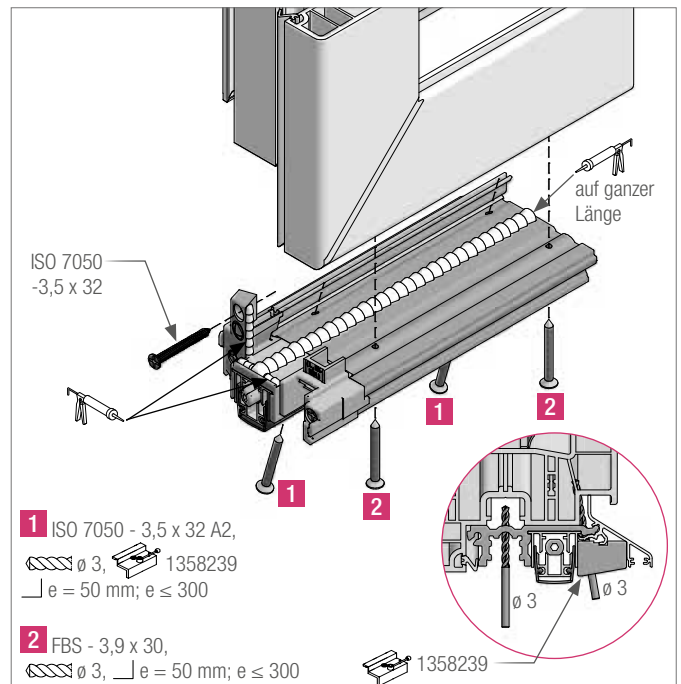
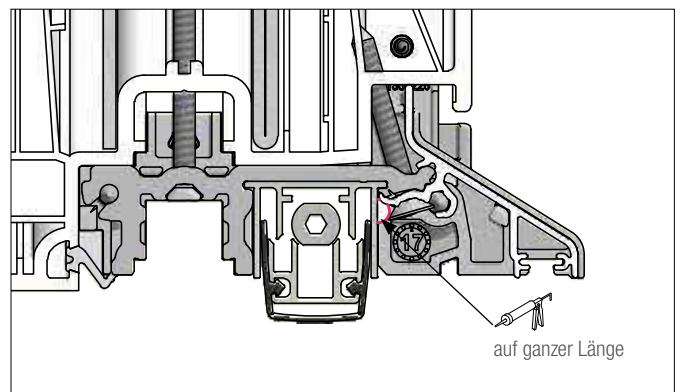

Abb. 6: Montage des Adapterprofils mit Wetterschenkel, Wetterschenkelendkappe und Bodendichtung am Flügel
Abb. 7: Abdichtung der Bodendichtung
- Am Adapterprofil Silikon lt. Abb. 6 anbringen und die Endkappen ebenfalls zum Flügel hin mit Silikon abdichten. Anschließend das Ad-
- Nur das Adapterprofil in der Beschlagnut lt. Abbildung 6 mit $\varnothing 3$ mm vorbohren - eine Bohrung je ca. 50 mm beginnend von der Wetterschenkelkante, weitere Bohrungen in 300 mm Abstand. Das Vorbohren im Bereich des Wetterschenkels **1** erfolgt mittels der Bohrlehre 1358239. Nun das Adapterprofil in die vorgebohrten Löcher mittels Fensterbauschrauben **2** und A2-Blechschauben **1** verschrauben. Durch die Verschraubung wird auch die absenkbare Bodendichtung in der Nut fixiert und gegen Verschieben gesichert (Abb. 6 und 7).
- Anschließend ist die Bodendichtung zum Adapterprofil und den Endkappen hin mit Silikon abzudichten (Abb. 7).
- Am Adapterprofil Silikon lt. Abb. 6 anbringen und die Endkappe Wetterschenkel ebenfalls zum Flügel hin mit Silikon abdichten. Anschließend das Adapterprofil inkl. der bereits montierten Endkappe unten am Flügel anbringen und durch die Endkappen verschrauben.
- Nur das Adapterprofil in der Beschlagnut und am Wetterschenkel lt. Abb. 6 mit \varnothing 4 mm vorbohren - eine Bohrung je ca. 50 mm von außen beginnend, weitere Bohrungen in 300 mm Abstand. Die Bohrtiefe am Wetterschenkel so wählen, dass der Wetterschenkel und das Adapterprofil durchbohrt werden, jedoch das Flügelprofil selbst nicht angebohrt wird. Nun das Adapterprofil in die vorgebohrten Löcher mittels Bohrkopfschrauben oder Blechschrauben (nach Vorbohren mit \varnothing 2,5 mm) verschrauben. Durch diese Verschraubung wird auch die absenkbare Bodendichtung in der Nut fixiert (Abb. 6 und 7). Anschließend ist die Bodendichtung zum Adapterprofil und zur Endkappe hin mit Silikon abzudichten (Abb. 7).